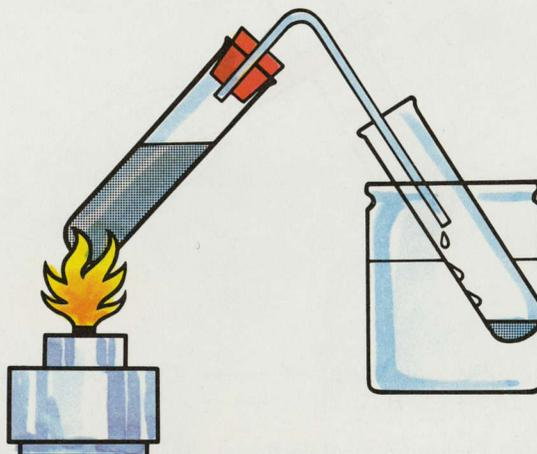

Abb. 80
- 11.7. Auf diese Weise kannst du chemisch sehr reines Wasser, auch destilliertes Wasser genannt, gewinnen. Baue dir aus einem großen Reagenzglas, einem durchbohrten Stopfen und dem Winkelrohr einen kleinen Destillationsapparat nach Abb. 80 zusammen. Fülle das Reagenzglas zur Hälfte mit Wasser und gib einige Tropfen Tinte hinzu. Erhitze die Lösung mit dem Spiritusbrenner bis zum Sieden und fange das überdampfende Wasser in einem zweiten Reagenzglas auf, das in einem Gefäß (Marmeladenglas) mit kaltem Wasser steht.